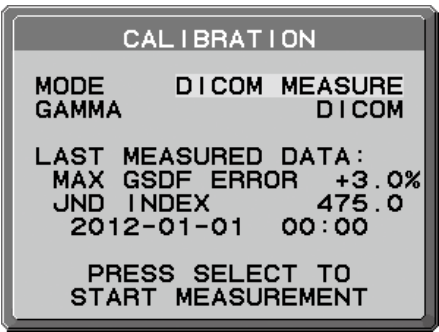

图 D.1
- 2. 在 MODE 选择中使用“LEFT”或“RIGHT”键选择 DICOM MEASURE (图 D.1)。